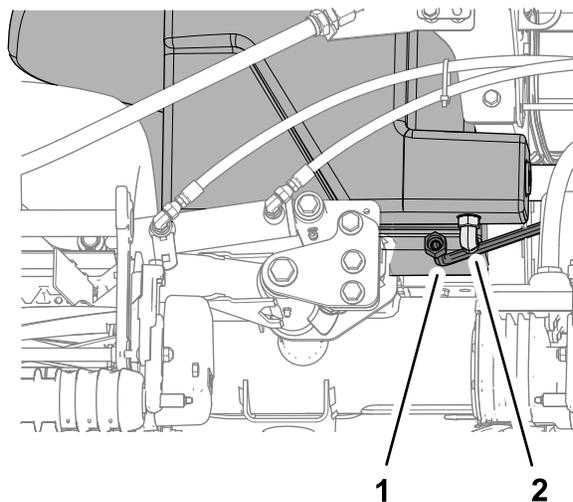

Figura 118
2. Coloque um recipiente de drenagem grande debaixo da união de 90° (Figura 118) do depósito hidráulico; consulte Capacidade de fluido hidráulico \(página 74\).